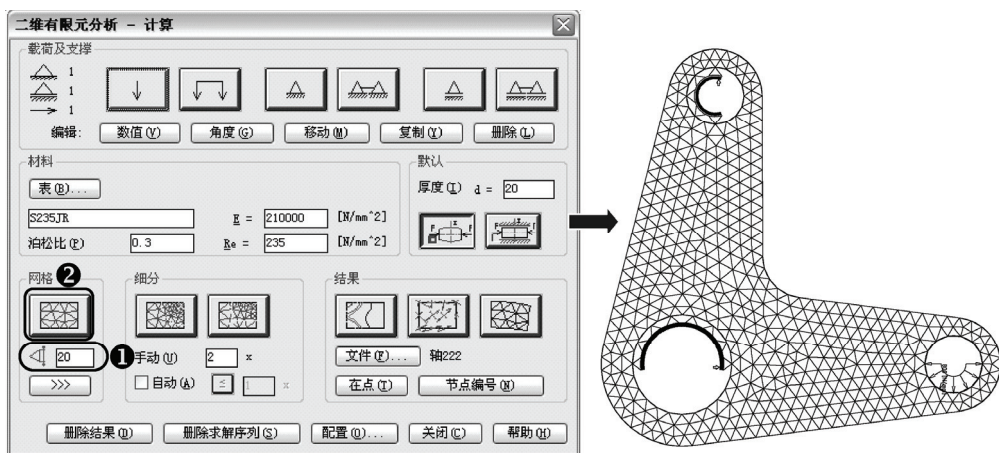

图 13-29 网格操作
7) 在“网格”选项中的“网格平均宽度”中输入宽度“20”，单击“网格”工具按钮，键入〈Enter〉键返回“二维有限元分析-计算”对话框，如图 13-29 所示。